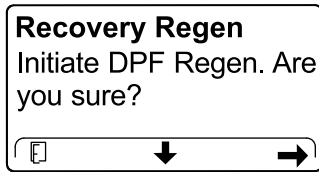

図 54
4. 再生開始 INITIATE DPF REGEN 画面で、右ボタンを長押しして続行する 図 54。